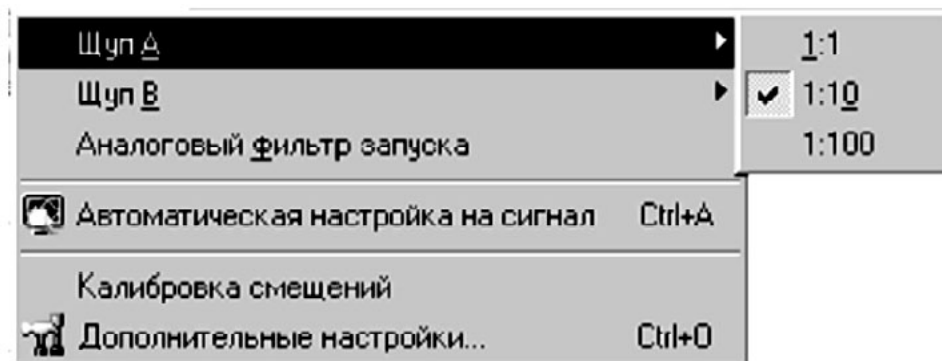

Рисунок 12 - Меню "Настройки".
4.3.8 Меню **"Настройки"** (см.рисунок 12).